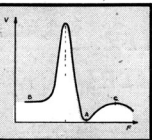

Fig. 6. — Effet de la variation de K .
Nous avons supposé jusqu'à maintenant que K , le condensateur de phase, était exactement égal à C . Si on change la valeur de K , on constate (1) que la courbe de la figure 4 devient dissymétrique et prend la forme de la figure 6. Il existe un point A, à une fréquence qui dépend de la valeur de K , pour lequel le filtre donne une réponse nulle; à cette fréquence, les capacités de C et du quart en parallèle compensent exactement celle de K ; les tensions qui atteignent la sortie, à travers les deux branches du filtre, sont égales, de signes opposés, et s'annulent. Cela peut être très utile pour éliminer un bruitier gênant. Par contre, la réponse du filtre est augmentée en B, ce qui peut amener de nouvelles interférences.